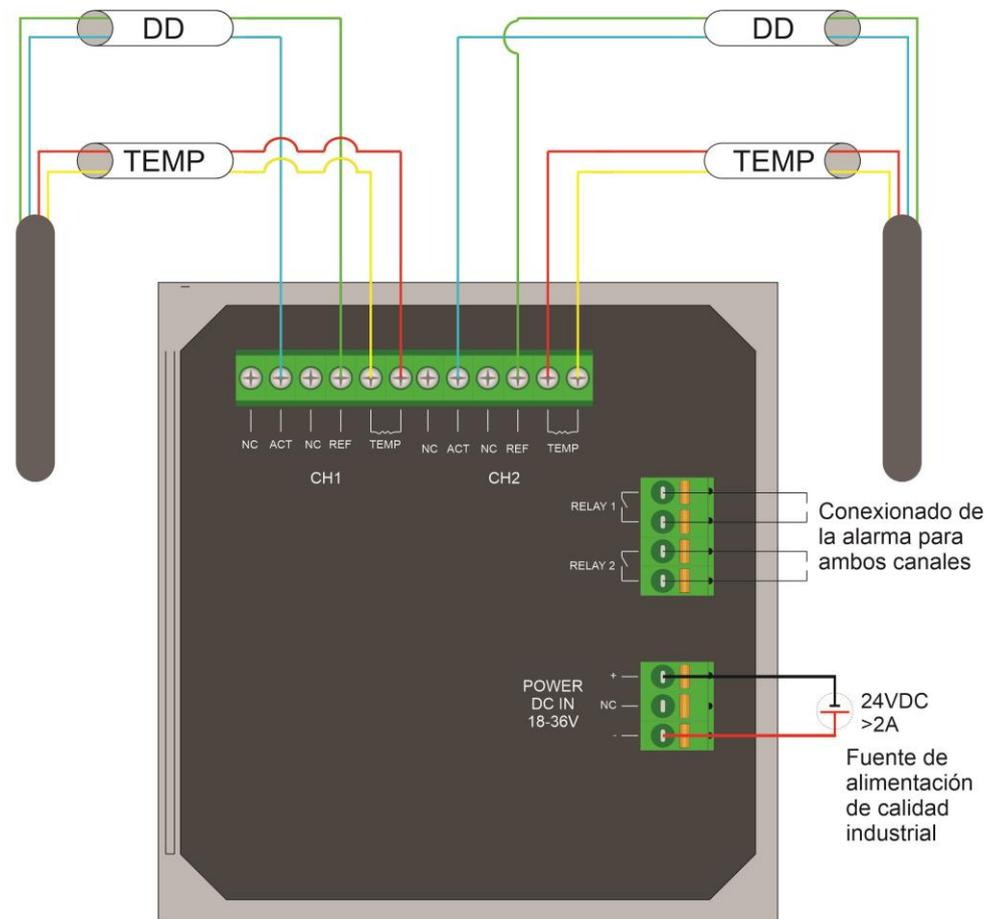

Figura 9.3 Conexión de sensores
1. CH1 Main: Si se selecciona esta opción, la salida 4-20mA estará asociada al parámetro principal que tenga el sensor que se encuentre conectado en el canal 1 como indica la figura 9.3. Es decir, que, si en el canal 1 hay un sensor de pH, la salida de corriente OUT 1 será en relación al pH.
2. CH2 Main: Si se selecciona esta opción, la salida 4-20mA estará asociada al parámetro principal que tenga el sensor que se encuentre conectado en el canal 2 como indica la figura 9.3. Es decir, que, si en el canal 2 hay un sensor de pH, la salida de corriente OUT 1 será en relación al pH.
3. CH1 Temp: Si se selecciona esta opción, la salida 4-20mA estará asociada al parámetro secundario que tenga el sensor que se encuentre conectado en el canal 1 como indica la figura 9.3. Es decir, que, si en el canal 1 hay un sensor de pH que tiene incluido un sensor de temperatura, la salida de corriente OUT 1 será en relación a la temperatura de este sensor.
4. CH2 Temp: Si se selecciona esta opción, la salida 4-20mA estará asociada al parámetro secundario que tenga el sensor que se encuentre conectado en el canal 2 como indica la figura 9.3. Es decir, que, si en el canal 2 hay un sensor de pH que tiene incluido un sensor de temperatura, la salida de corriente OUT 1 será en relación a la temperatura de este sensor.